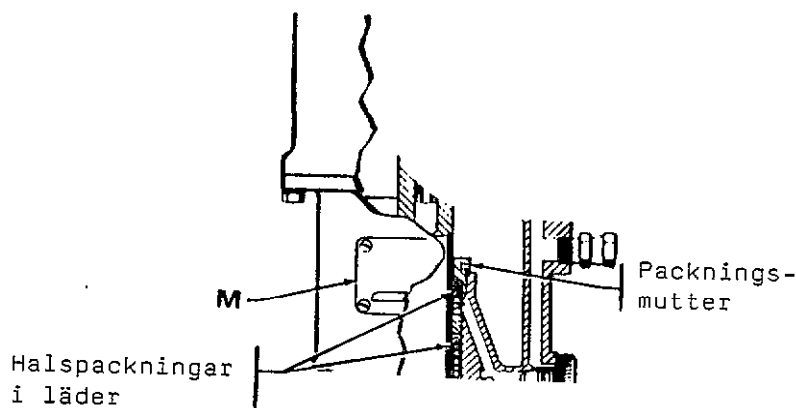

Fig 3
Vid kontroll, följ först ANVISNINGAR FÖR TRYCKAVLASTNING. Ta sedan bort täckplåten (M) från motorn. Med hjälp av en haknyckel eller en rundstång (dia 5,6 mm) justeras packningsmuttern. Sätt tillbaka täckplåten innan pumpen tas i drift igen. Se fig 3.